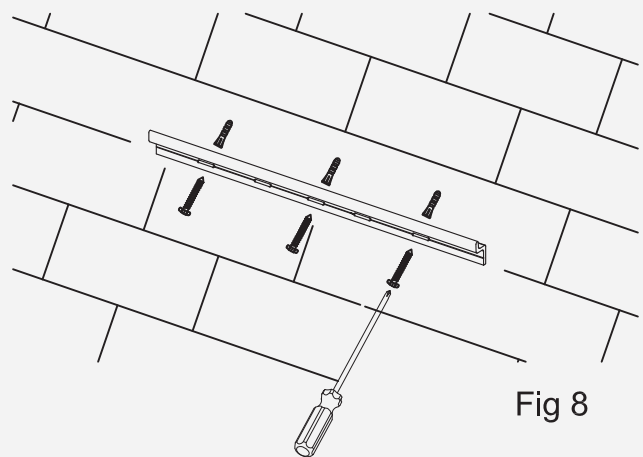

Fig 8
3. Taladre un agujero de 8 mm si es necesario para el anclaje de pared y coloque el anclaje de pared en el agujero. Monte el soporte de pared con tornillos #10 x 1 1/2" (5) (Fig 8).